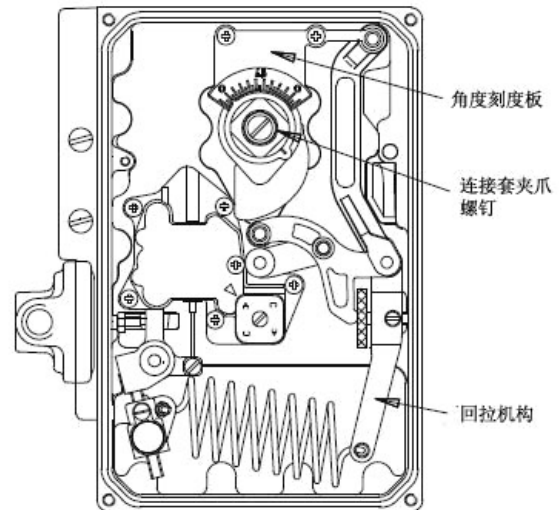

图2 定位器盒的内部图, 显示在安装过程中需撤下的零件
2.1.2 卸下定位器盖子，拧下二个固定红色角度刻度板的 M4 螺钉，然后按图 2 取下连接套。
2.1.4 观察信号上升时凸轮的移动方向。如果方向正确，用一个手拉回拉机构，用另一只手把连接套放在旋转气缸的方头上（参考图 2）。如果方向不是所需要的，参考 4.1 节。如果旋转气缸被正确放在中间行程，凸轮碰杆应该在大约中间位置碰到凸轮。确保连接套被完全压入旋转气缸的方头上并拧紧中心固定螺钉，它将保证凸轮碰头位于凸轮的中间。重新安装角度刻度板。